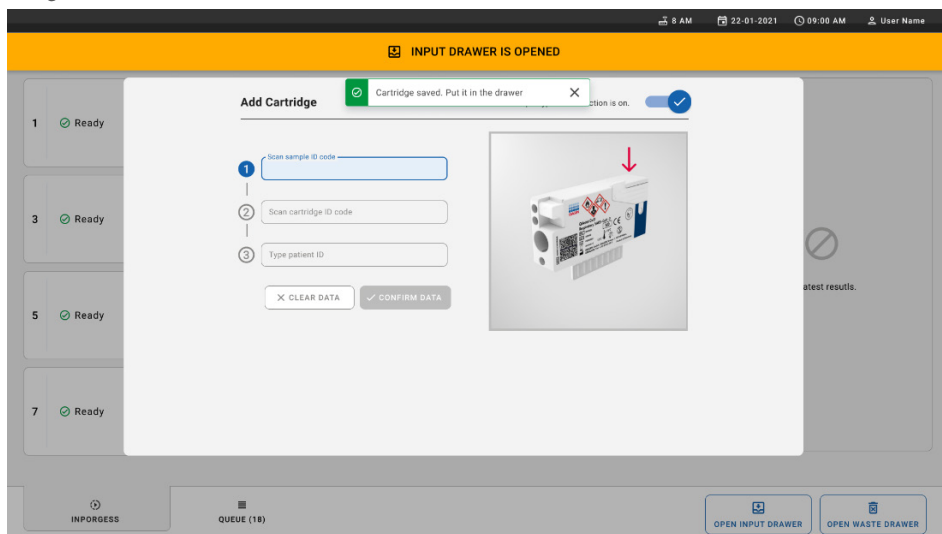

Figura 28. Tela Add cartridge (Adicionar cartucho).
12. Coloque o cartucho na gaveta de entrada. Certifique-se de que o cartucho seja inserido corretamente na bandeja (Figura 28).